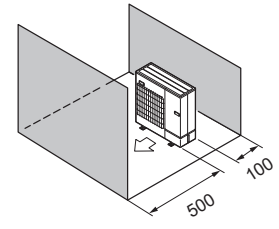

Fig. 2-11
- ⑤ Hindernisse nur auf der Vorder- und Rückseite (Fig. 2-11)